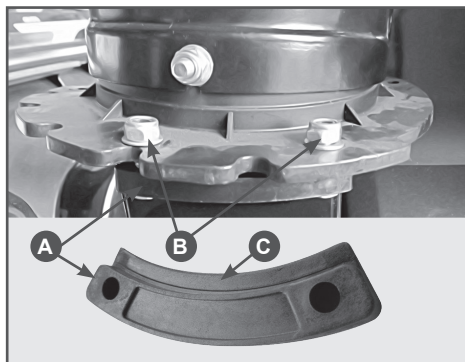

Рис.3 Установка желоба
9. Установите желоб для выброса снега на кожух шнеков (Рис.3) и зафиксируйте его болтами (В) и пластинами (А).
При установке желоба, пластины (А) крепления желоба устанавливаются выступами (С) вверх (Рис.3).